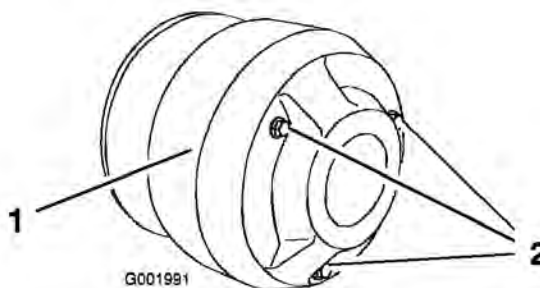

Figura 53
4. Retire los 3 pernos que fijan la cubierta al embrague, y retire la cubierta (Figura 53).